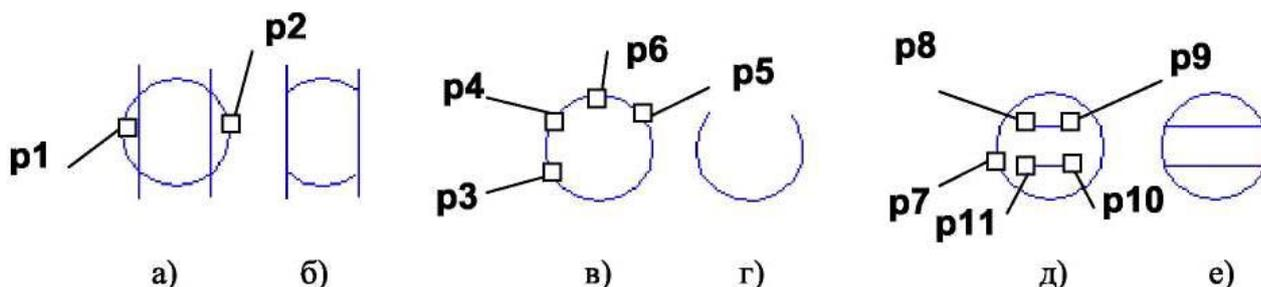

Рисунок 4.10 - Примеры удаления фрагментов объектов
3. Указать точки  $p_1$  и  $p_2$ , находящиеся на оси отражения (рис. 4.10 б).
- Удалять указанный участок. Если же требуется удалить участки, внешние по отношению к указанному, нужно использовать переключатель  - Оставить указанный участок. На рис. 4.10 а, б после указания точек р1 и р2 удаляются соответствующие дуги окружностей.
- Усечь кривую двумя точками. Команда удаляет часть объекта, ограниченную двумя произвольно заданными точками. Команда удобна в тех случаях, когда редактируемый объект имеет много пересечений с другими объектами. В команде необходимо указать редактируемый объект (точку р3), а затем задать на нем две точки (р4 и р5), определяющие нужный участок. Он будет удален или оставлен в соответствии с установками переключателей. На рис. 4.10 в отражен порядок указания точек р3, р4, р5 и р6 на окружности для получения изображения, представленного на рис. 4.10 г.
Специального управления. На рис. 4.10 д показана последовательность указания точек p7, p8, p9, p10 и p11 на окружностях и отрезках для получения изображения, представленного на рис. 4.10 е.